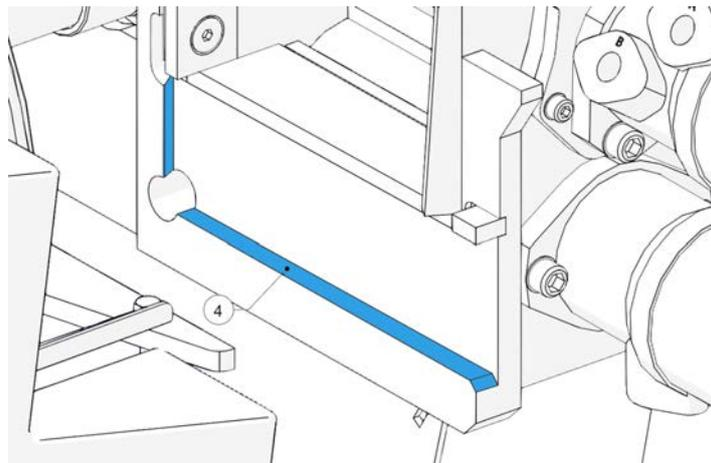

Figure 68 - Siège d'enclume
12. Assurez-vous que les sièges d'enclume ne présentent pas de saletés ni de débris avant d'insérer l'enclume (4, Figure 68).